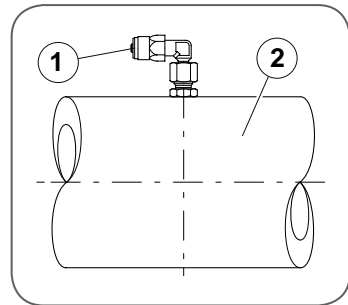

Fig. 7 - Raccordo angolare sul tubo dell'assale
1. Smontare delicatamente il tappo a vite sul tubo dell'assale *vd. ► Fig. 7, (pos. 2).*
3. Avvitare il raccordo angolare (pos. 1) nella filettatura e serrare con la coppia di serraggio prescritta ► *pagina 125*, quindi allineare e fissare con il controdado.